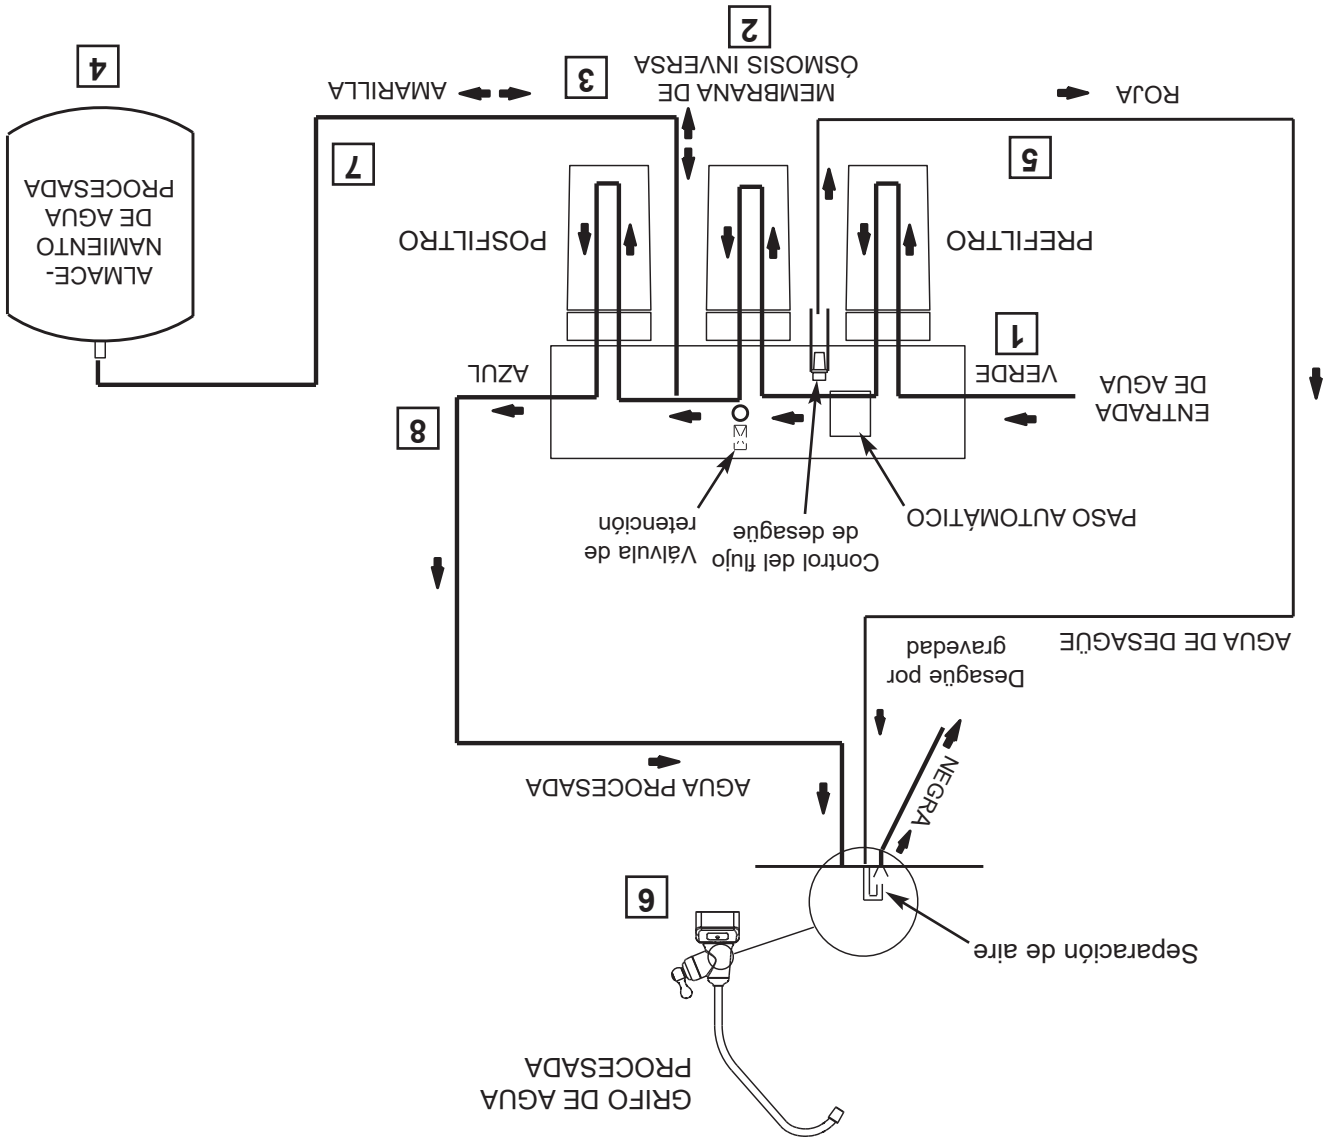

FIG. 27 Esquema de flujo de agua de ósmosis inversa
1. El agua ingresa al prefiltro. Se reduce la arena, cieno y demás sedimentos. También se reduce el cloro. Vea la Fig. 27.
Prefiltro: El agua de la tubería de suministro frío entra al prefiltro. Veal a Fig. 27. El prefiltro es un cartucho de sedimentación reemplazable con carbono activo en su composición. Este cartucho reduce el sabor, olor, arena, cieno, tierra, otros sedimentos, y disminuye el cloro hasta la cantidad que aparece en las especificaciones.
Cartucho de ósmosis inversa: El agua filtrada fluye desde el prefiltro al cartucho de membrana de ósmosis inversa. Consulte la Fig. 27. El cartucho de ósmosis inversa es una membrana especial con un tejido muy apretado. Dicha membrana reduce los sólidos disueltos y la materia orgánica. El agua de alta calidad procesada (alrededor de una onza [30 ml] por minuto) sale del cartucho de ósmosis inversa. El agua procesada fluye al tanque de almacenamiento, al pos-filtro o al grifo de ósmosis inversa. El agua de desagüe, con los sólidos y materia orgánica disueltos, se envía al drenaje.
Tanque de almacenamiento: El tanque de almacenamiento contiene el agua procesada. Veal a Fig. 27. Un diafragma al interior del tanque mantiene el agua presurizada hasta aproximadamente la mitad de la presión del suministro cuando el tanque está lleno. Esto permite un flujo rápido al grifo de ósmosis inversa. Cuando el tanque de agua se ha vaciado, la presión en la válvula de aire es de 5 a 7 PSI (35 a 49 kPa).
Postfiltro: El agua pasa por el postfiltro antes de dirigirse al grifo de ósmosis inversa. Veal a Fig. 27. El postfiltro es de carbono activado. Todos los sabores y olores restantes se reducen en el agua procesada. El agua potable limpia y de alta calidad ya se encuentra disponible en el grifo.